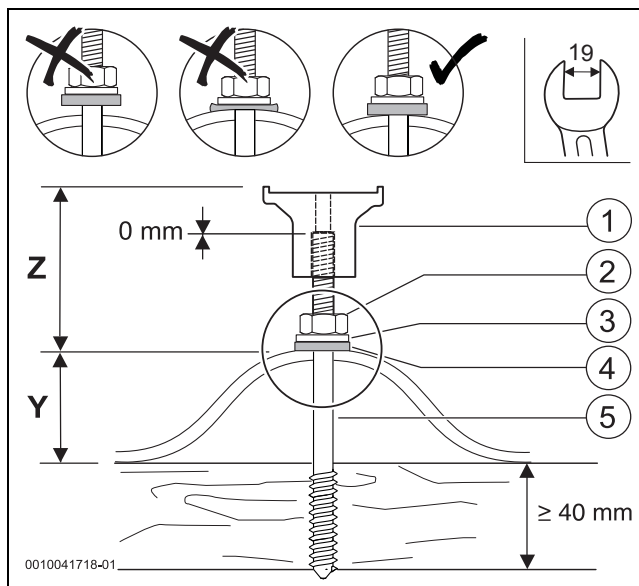

Bild 33 Montierte Stockschrabe mit Haltebock
- Vormontierte Stockschrabe mit Gabelschlüssel 19 mm so weit eindrehen, bis Maß Z (→ Tab. 9) erreicht ist (→ Bild 33).